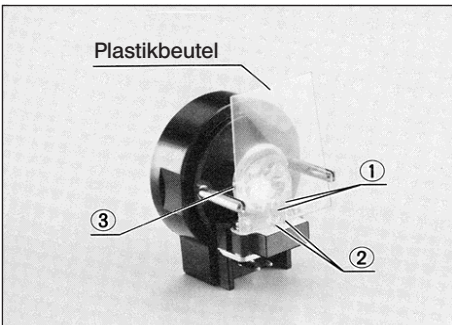

Abb. 6
1) Kontaktstifte ① der Halogenglühlampe aus dem Plastikbeutel herausführen (Abb. 6).